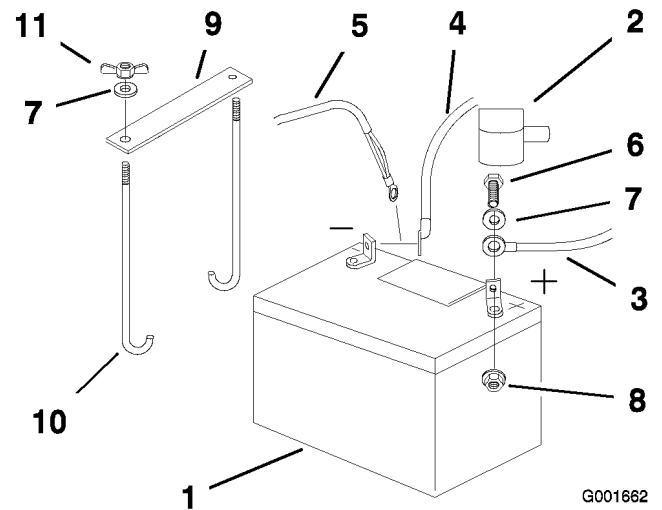

Figura 37
4. Primero desconecte el cable negativo de la batería y el cable de tierra del borne negativo (-) de la batería (Figura 37).
5. Retire la cubierta de goma roja del borne positivo (rojo) de la batería. Luego retire el cable positivo (rojo) de la batería (Figura 37).
6. Retire ambas tuercas de orejeta (1/4 inch) que fijan la brida de la batería (Figura 37).
1. Coloque la batería en la bandeja, con los bornes hacia el motor (Figura 37).
4. Sujete los cables con 2 pernos (1/4 x 3/4 pulgadas), 2 arandelas (1/4 inch), y 2 contratuercas (1/4 inch) (Figura 37).
6. Fije la batería con pernos en J, una brida de sujeción y 2 arandelas (1/4 inch), y 2 tuercas de orejeta (1/4 inch) (Figura 37).